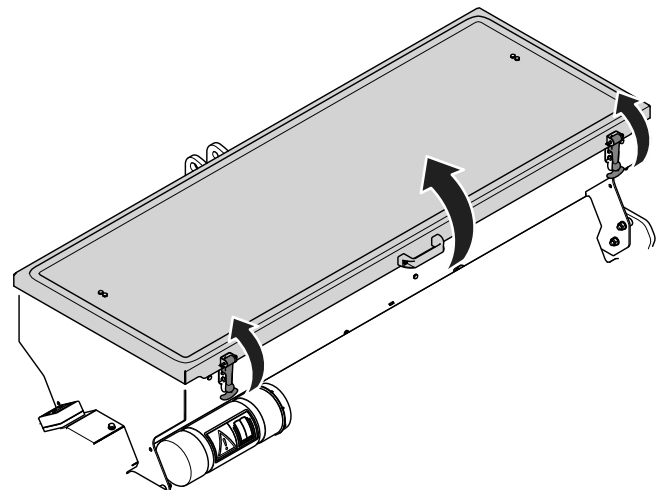

Figure 8
- Pour ouvrir le couvercle de la trémie, détachez les attaches en caoutchouc et soulevez le couvercle par la poignée (Figure 8).